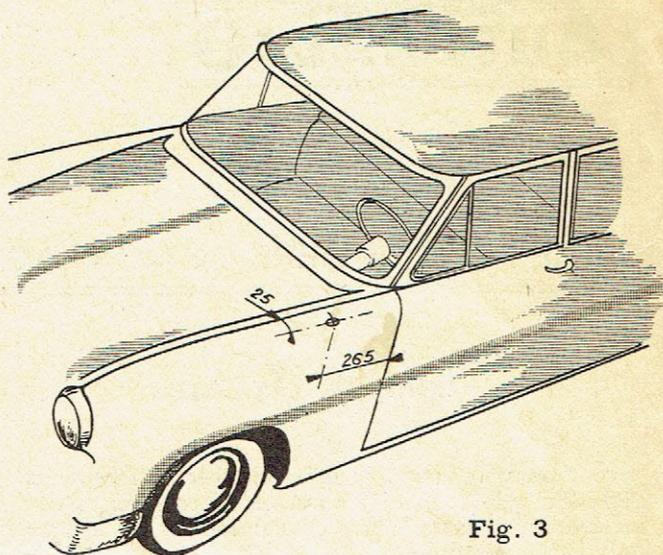

Fig. 3
b) **Antenne d'aile** : (voir fig. 3). Percer sur le côté gauche à l'emplacement et aux cotes indiquées sur la figure 3, un trou de 4 mm qui sera ensuite agrandi à la demande suivant l'antenne utilisée (voir notice de montage de cette antenne). S'il s'agit d'une AF 7421 ancienne exécution, éliminer définitivement la rondelle inférieure FR 001 09.0.